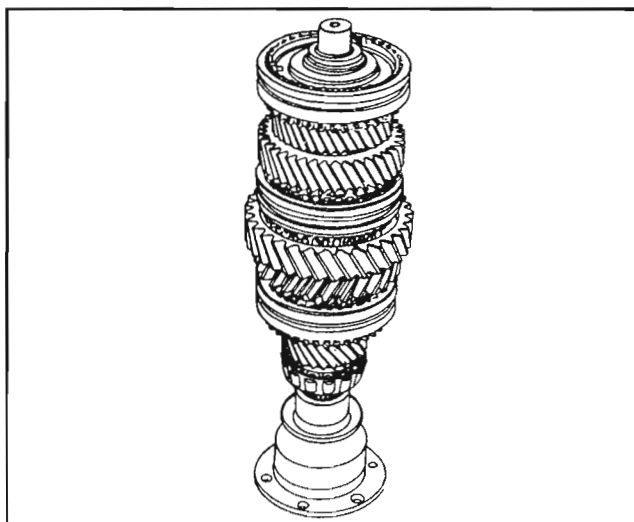

Fig. 30
Sostenga el conjunto del eje primario (46) de tal manera que el extremo del eje de toma de fuerza indique hacia arriba. Fig. 30